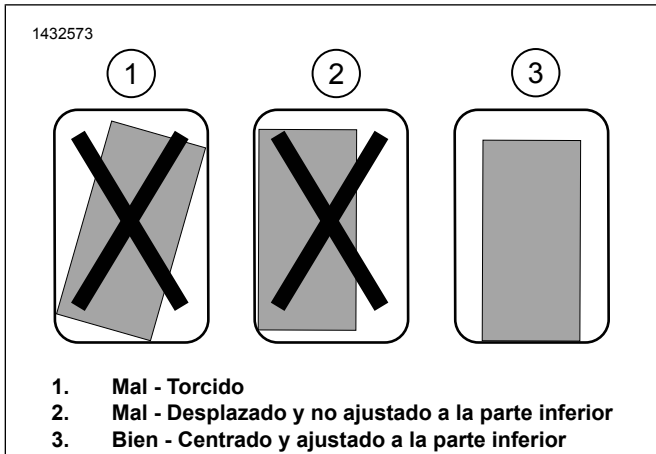

Figura 11. Instalación de la pieza de soporte del soporte
- a. Vea la Figura 11. Pruebe el ajuste del soporte de montaje. El soporte debe ser recto, centrado y lo más cerca posible de la parte inferior de la alforja.
- c. Vea la Figura 11. Pruebe el ajuste para la ubicación final, asegurándose de que el soporte esté recto, centrado y lo más cerca posible del fondo de la alforja.